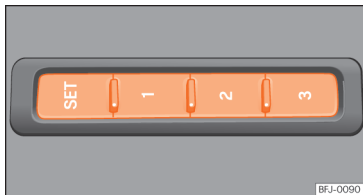

Fig. 98 Al lateral exterior del seient del conductor: tecles de memòria.
- Premeu la tecla **SET** durant més d'1 segon »» **fig. 98**.